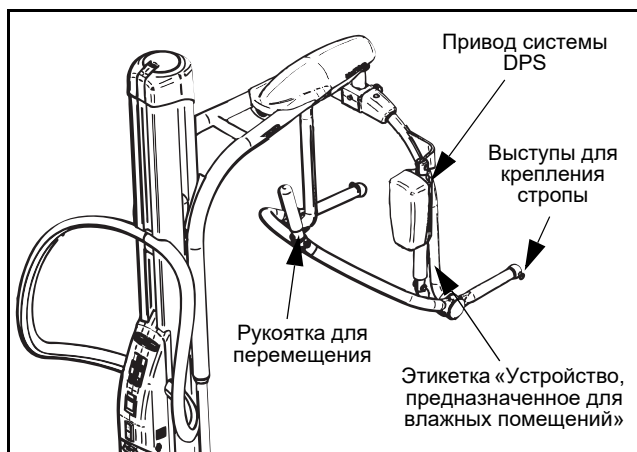

Рис. 36
Если подъемник оборудован крановой балкой с автоматической системой динамического позиционирования (DPS) (см. Рис. 36), порядок использования крановой балки этого типа — включая размещение стропы под телом пациента, крепление стропы к крановой балке и обращение с пациентом — аналогичен порядку использования крановой балки с механической системой DPS, описанному выше.
**ПРЕДУПРЕЖДЕНИЕ!** Перед использованием подъемника, оборудованного крановой балкой с автоматической системой DPS, ознакомьтесь с его различными элементами, как показано на Рис. 36. Внимательно прочтите и примите к сведению эти инструкции по эксплуатации, чтобы избежать ошибок, которые могут привести к травме.